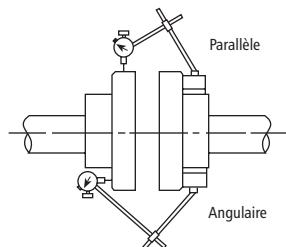

Figure 6
5.2.1. Bien que l'alignement pompe-moteur ait été exécuté en usine, il peut avoir été déréglé pendant le transport. On doit donc le vérifier avant la mise en service de la pompe (v. fig. 6).